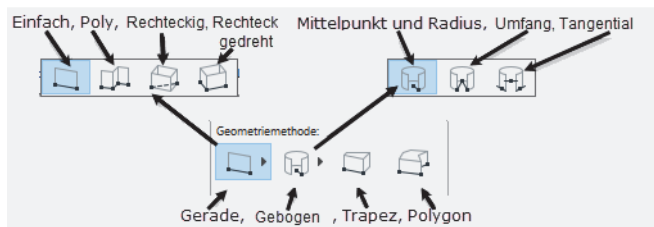

Abb. 1.14: WAND-Geometriemethoden
Nach der Ebenen-Einstellung folgen vier wichtige Buttons ⑧ mit den *Geometriemethoden* (Abbildung 1.14) zur Wanderstellung: